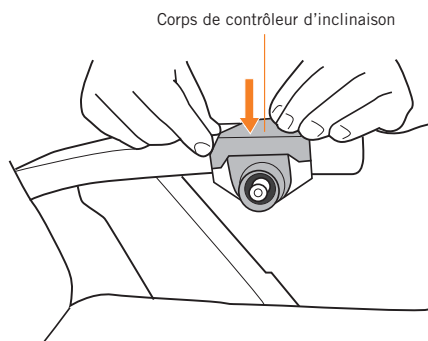

Fig.2
3. **PC-610:** Placez le boîtier en position sur l'accoudoir gauche, comme illustré (Fig.2).